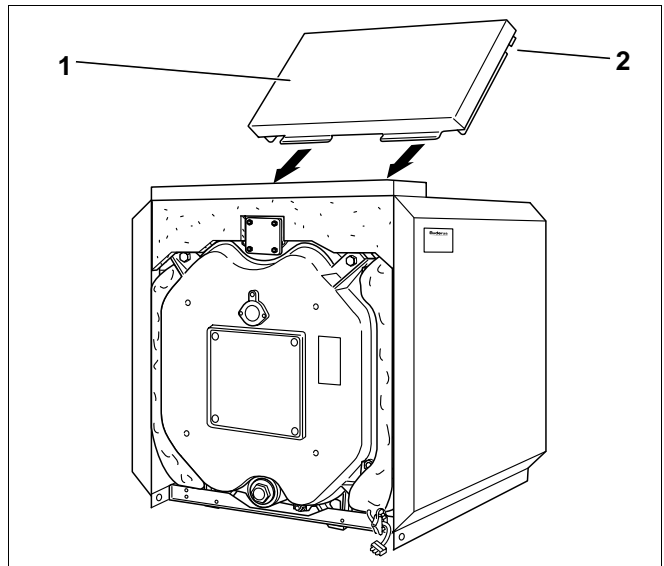

Fig. 37 Montering af den bageste topplade
- Læg den bageste topplade (Fig. 37, **pos. 1**) mellem sidevæggene, så udskæringen (Fig. 37, **pos. 2**) griber fat om traversen.